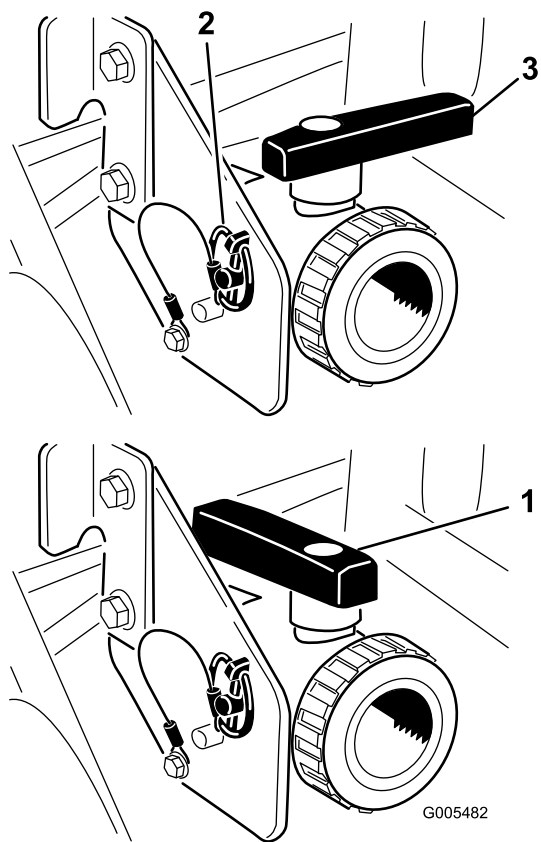

Figura 28
Utilice la manija de vaciado del depósito para vaciar del depósito cualquier material no utilizado, y elimine dicho material de acuerdo con la normativa local y las indicaciones del fabricante del mismo (Figura 28). Tras el vaciado, retire los pasadores de seguridad del soporte que fija la válvula de vaciado a la máquina y deje la válvula en el suelo. Así conseguirá vaciar todos los residuos existentes en la línea.
3. Cuando el depósito se haya vaciado completamente, instale la válvula en el bastidor montando el pasador de seguridad previamente retirado y cierre la válvula de vaciado (Figura 28).